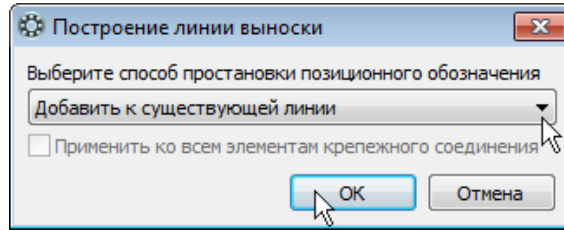

Рисунок 37.
- Проставьте к пакету позиционные обозначения. Укажите точку на Болте и точку начала полки. Для остальных деталей набора подтверждайте создание объекта спецификации, затем выберите вариант Добавить к существующей линии и указывайте на линию-выноску (рис. 37).